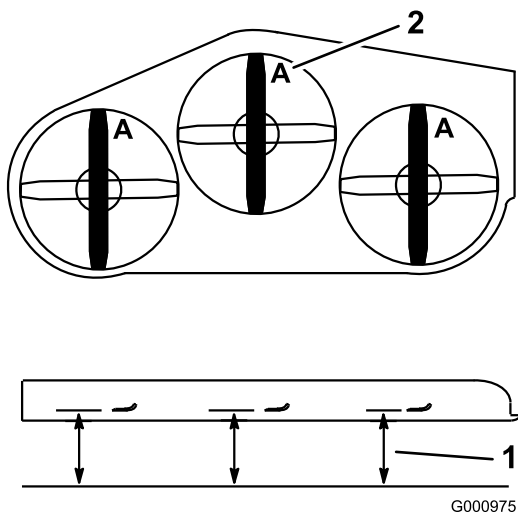

Figure 93
- Tournez les lames dans le sens longitudinal (Figure 93).
- Mesurez la distance entre la surface plane et le tranchant (position A) des lames (Figure 93).